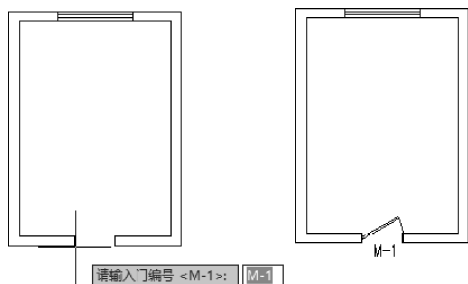

图 6-16 插入属性块
5) 在功能区单击“默认”选项卡→“块”面板→“插入块”按钮, 系统将会弹出“插入”对话框, 选择名为“门平面”的图块, 并单击“确定”按钮, 在图形的适当位置单击以确定“门平面”的插入位置, 此时, 程序将会提示“请输入门编号”, 输入需要标注的门平面编号即可将附着属性的图块插入到图形当中, 结果如图 6-16 所示。